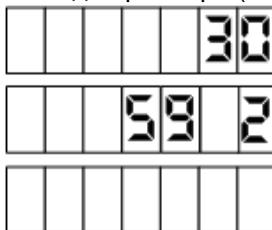
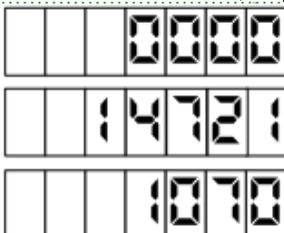
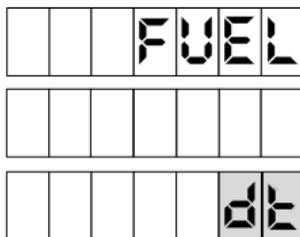

Рисунок 22
Рисунок 23
Рисунок 29
12.4 При выборе пункта 3 (**просмотр итогов по карте за период по видам топлива**) на табло ТРК отобразится экран ввода карты (см. рисунок 22), после ввода карты необходимо указать интересующий период (см. рисунок 23), а затем кнопками  или  выбрать из списка вид топлива (рисунок 29) и подтвердить выбор кнопкой .